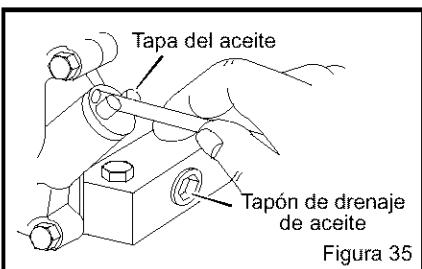

Figura 35
2. Quite el **tapón de drenaje de aceite** (Figura 35). Vacíe el aceite dentro de un recipiente plano.